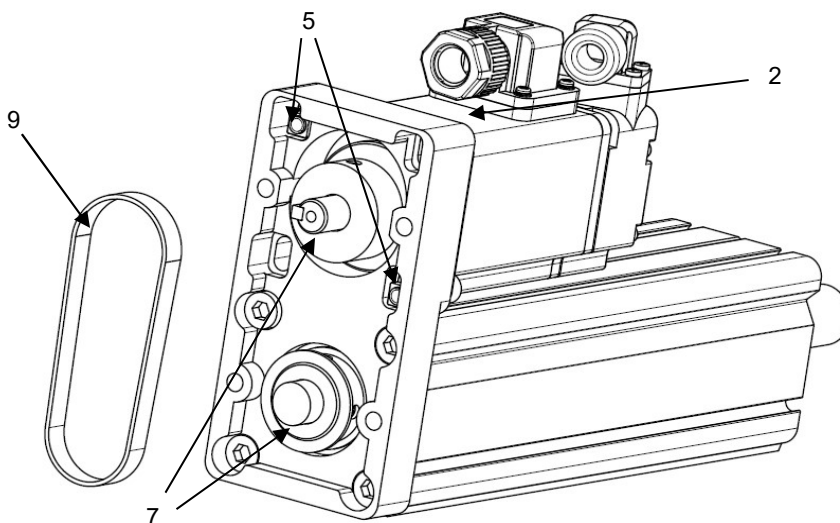

Рисунок 11 – Установка зубчатого ремня
- 4) Установите зубчатый ремень (поз. 9) на шкивы (поз. 7) (см. рисунок 11). Затянуть гайки (поз. 5) одновременно с регулировкой положения электромотора (поз. 2).